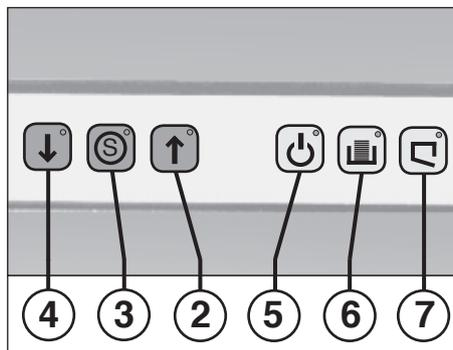

fig. 2
- 2 = Touche marche avant (fig. 2)**
- 3 = Touche stop „S“ (fig. 2)**
- 4 = Touche marche arrière (fig. 2)**
- 5 = Voyant de contrôle „prêt à fonctionner“ (fig. 2)**
- 6 = Voyant de contrôle „récipient plein“ (fig. 2)**
- 7 = Voyant de contrôle „porte ouverte“ (fig. 2)**
La petite lampe „prêt à fonctionner“ (5) ainsi que la lampe du bouton rouge stop „S“ (3) (fig. 2) s'allument pour signaler que la machine est prête à fonctionner.
Si la corbeille de réception est pleine, la machine s'arrête automatiquement et un signal sonore retentit. Le voyant de contrôle (6) (fig. 2) s'allume. Videz le récipient comme suit:
- Ouvrir la porte. Le voyant de contrôle (7) (fig. 2) s'allume.
- Le signal sonore s'arrête. Le voyant de contrôle (6) s'éteint.
- Placer un sac vide, remettre le récipient et refermer la porte. Le voyant de contrôle (7) s'éteint.